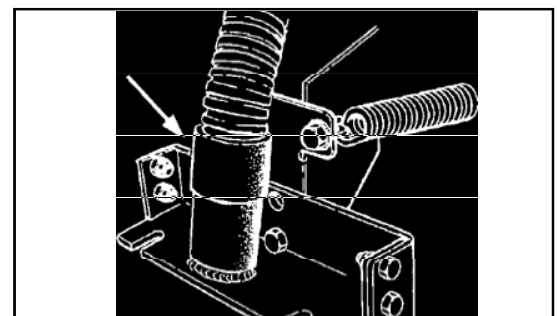

Рисунок 9
2. Подсоедините манжету вакуумного шланга к шланговому фитингу швабры (си. рис. 9)
1. Корпус швабры может менять угол наклона для регулировки расширения скребка швабры в середине, чтобы выровнять расширение на концах. Для регулировки угла наклона ослабьте регулирующие болты, которые находятся на левой и правой стороне швабры (см. рис. 9).